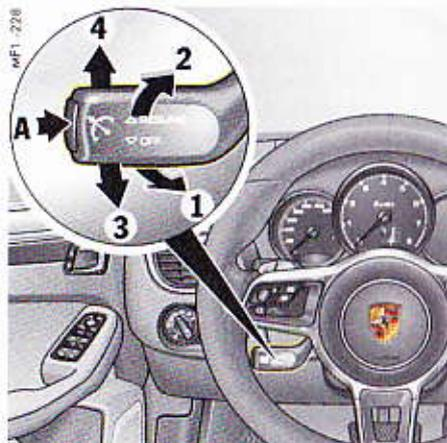

Fig. 288 : Levier de commande du Tempostat
- ▶ Pour augmenter la vitesse, poussez le levier de commande au volant vers l'avant (Fig. 288 à la page 361, **1**).
- ▶ Pour réduire la vitesse, tirez le levier de commande vers le volant (Fig. 288 à la page 361, **2**).
- A ▶ Poussez le levier de commande vers le bas (Fig. 288 à la page 361, 3)
- ▶ Poussez le levier de commande vers le haut (Fig. 288 à la page 361, 4).